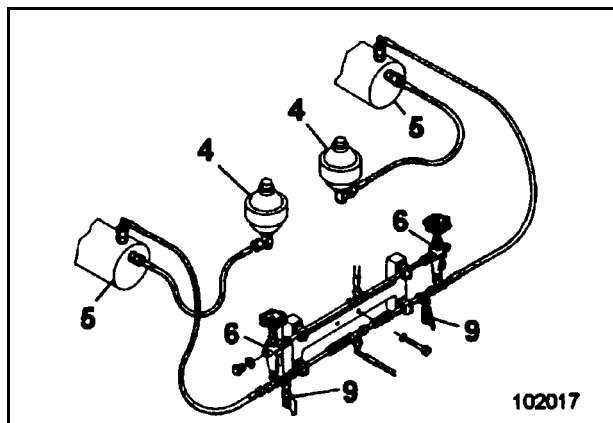
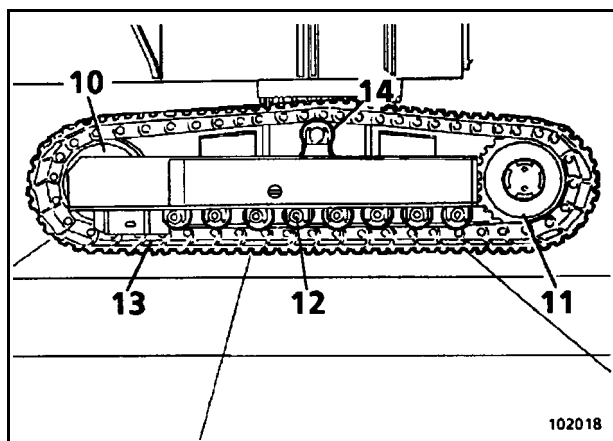

Fig. 3-89:
Fig. 3-90:
Les chenilles sont tendues par la pression hydraulique qui s'établit pendant la marche. Les Fig. 3-89: et Fig. 3-90: montrent les composants du train à chenilles et du dispositif de tension :
- ouvrir les deux limiteurs de pression (6, Fig. 3-89:), les chenilles sont détendues.
- Après les travaux, refermer les limiteurs de pression (6) jusqu'en butée.